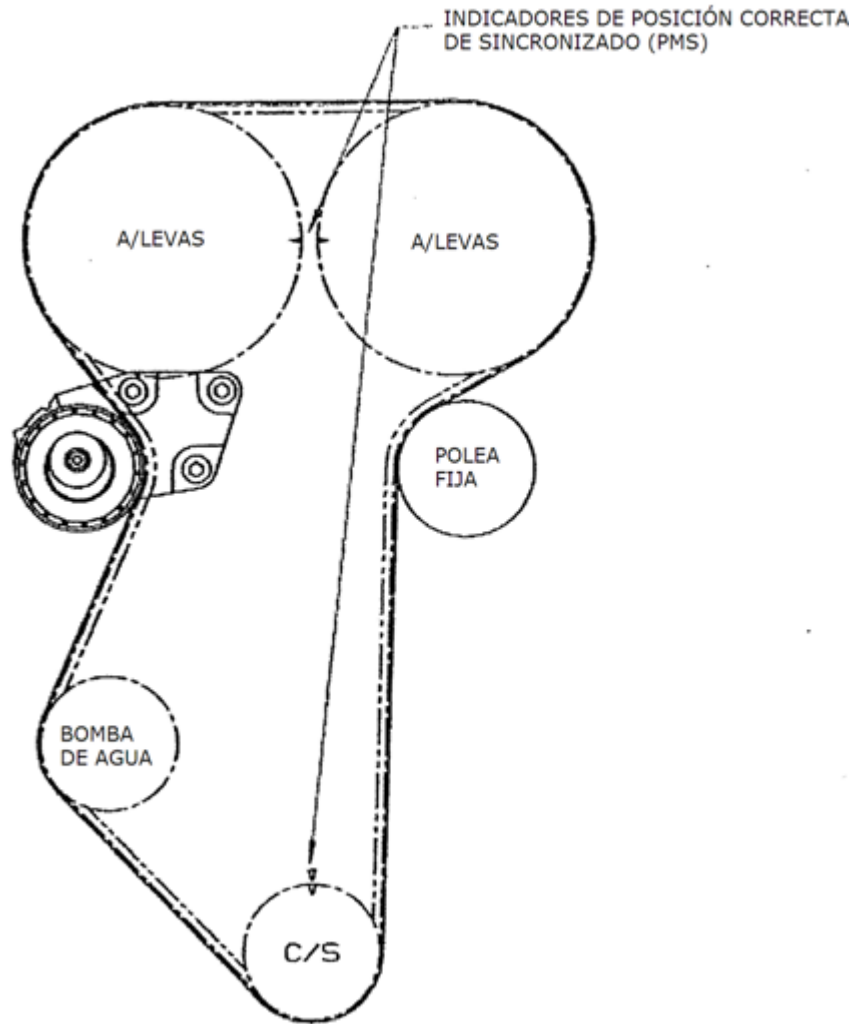

Figura 4: Disposición de la correa
7. Instale una nueva correa de distribución con cuidado de engranar los dientes correspondientes de las poleas según la disposición de la transmisión (Figura 4) comenzando con el cigüeñal y trabajando en sentido antihorario.
- Compruebe la alineación PMS del cigüeñal y del árbol de levas, Figura 4. Si la alineación de las poleas está dentro de los parámetros, la instalación está completa.